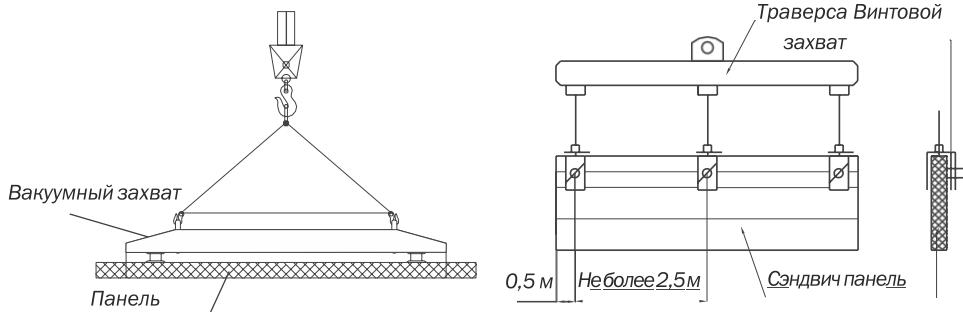

Рис. 14, 15
Для поднятия панелей при монтаже используются специальные захваты, струбцины, траверсы или вакуумные подъемники, обеспеченные необходимыми средствами безопасности Рис.14, 15.
- Использовать вакуумный подъемник Рис.14 или траверсу Рис.15.